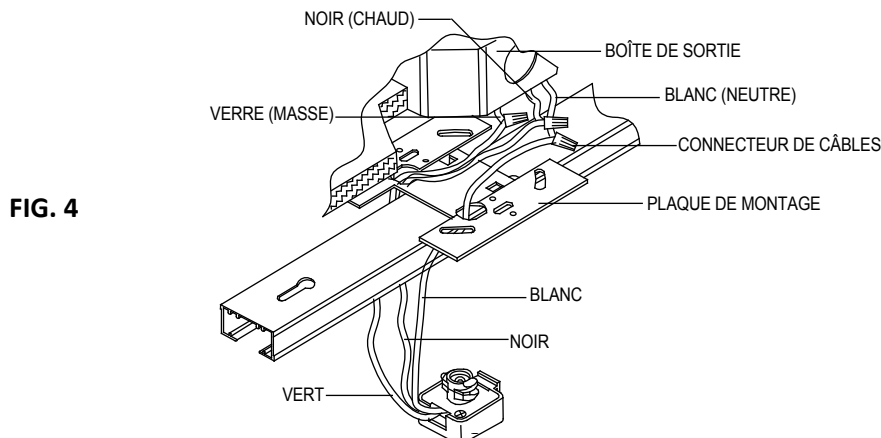

FIG. 4
2. Connecter le fil blanc (neutre ou compensateur) du circuit d'alimentation au fil blanc du connecteur flottant à extrémité vivante. Connecter le fil (chaud) noir du circuit d'alimentation au fil noir du connecteur flottant à extrémité vivante. Connecter le fil vert ou le fil de terre de cuivre nu du circuit d'alimentation au conducteur vert du connecteur flottant à extrémité vivante. Fixer les épissures avec les connecteurs de câbles UL qui conviennent à la taille, le type et le nombre de conducteurs. (Voir figure 4).